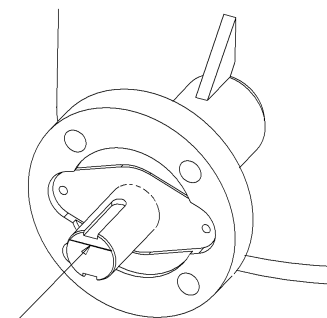

Рис. 7: Маркировочный паз.
- При помощи штурвала ручного редуктора установите затвор в закрытое положение так, чтобы диск находился соосно с уплотнением. Правильное положение диска контролируется измерением расстояния X от фланца затвора до поверхности диска. (Рис. 6). Расстояние должно быть одинаковое на обеих кромках диска. Приблизительное положение диска можно определить по маркировочному пазу на торце штока. (Рис. 7). Диск расположен в одном направлении с маркировочным пазом.